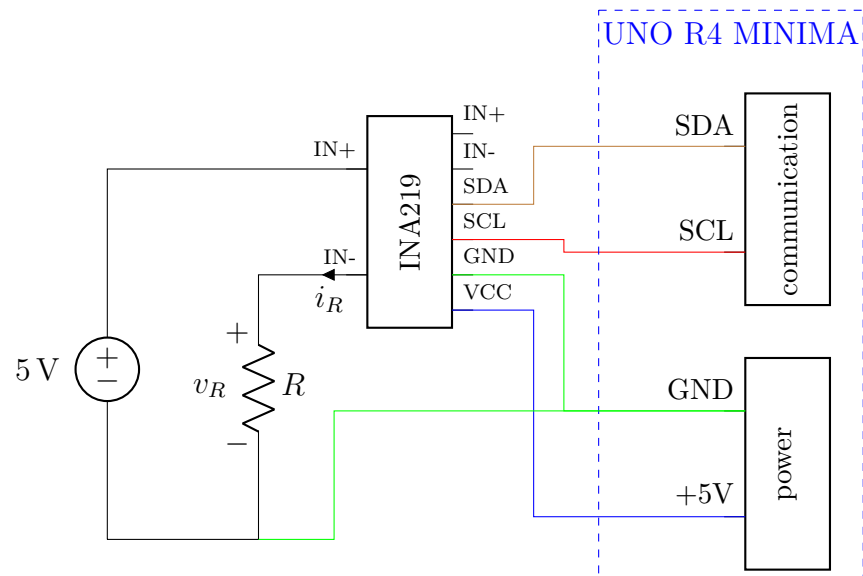

Figura 1.1: Conexión de sensor de corriente y voltaje INA219
- a. Realice las conexiones del circuito tal y como se indica en la Figura 1.1.